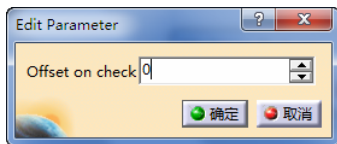

图 3-50 定义检查余量（3）
- 定义检查余量 (3)。双击“Offset on part”, 弹出“Edit Parameter”对话框, 可设置余量大小为“0” mm, 如图 3-50 所示。